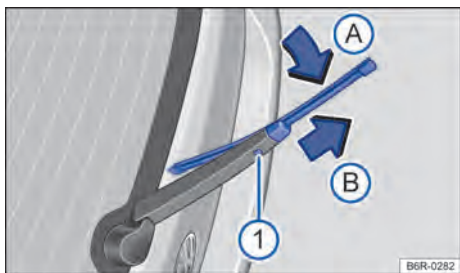

Fig. 103 Substituir a palheta do limpador do vidro traseiro.
- Manter pressionado a o botão de destravamento → Fig. 103 ⓘ.
- Incliná-la palheta do limpador do vidro no sentido do braço do limpador do vidro → Fig. 103 (seta A) e ao mesmo tempo retirar no sentido da seta B). Para isto, poderá ser necessário um esforço maior.